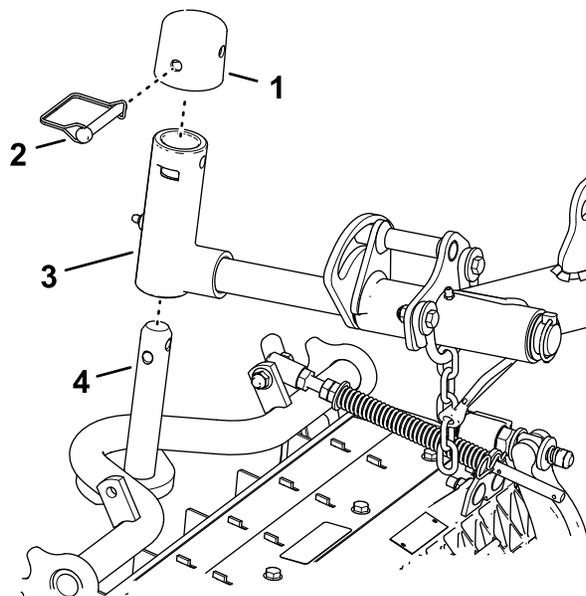

图 25
1. 将滚刀组滑到提升臂下方图 25。
锁定用于在山坡上剪草的滚刀组枢轴——锁定滚刀组枢轴以防止滚刀组在坡面上剪草时向下坡方向旋转。使用提升臂枢轴图 25 上的孔锁定滚刀组。将槽用于可偏转的滚刀组。